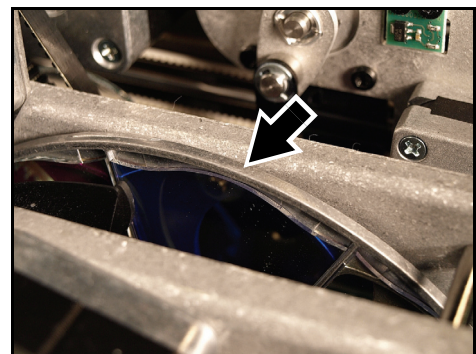

Bild 23: Einsetzen eines Farbfilters
6. Schieben Sie den Farbfilter in den Halter im Zentrum des Farbrades (siehe Bild 23). Die obere Kante des Farbfilters muss unter der Kante des Farbrades liegen (siehe Pfeil), damit der Farbfilter sicher gehalten wird.